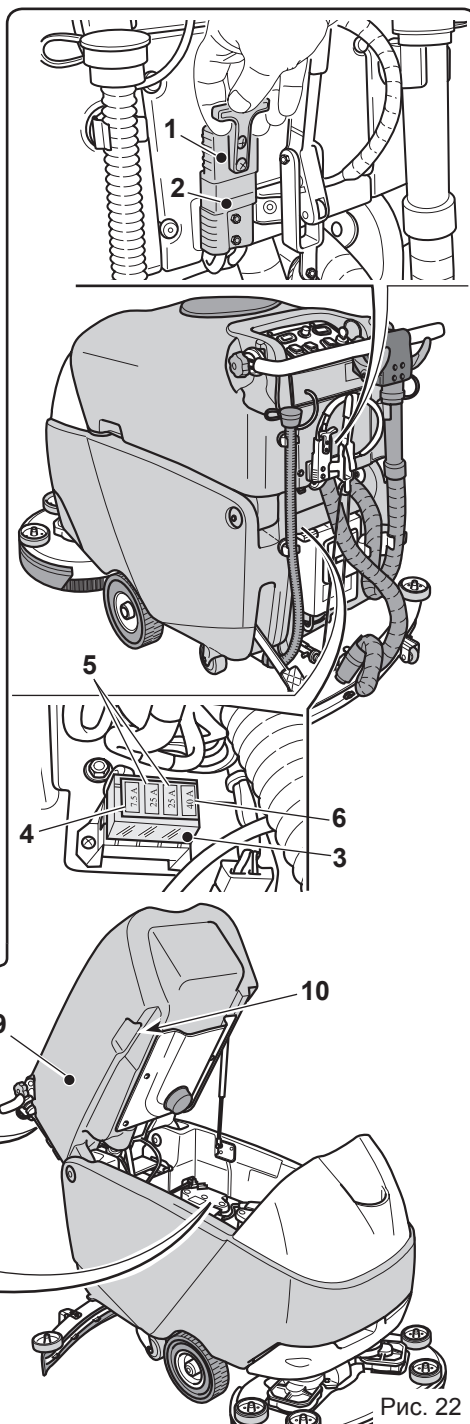

Рис. 22
10.1.g - Замена предохранителей (Рис. 22)